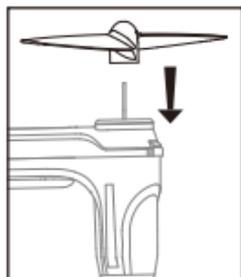
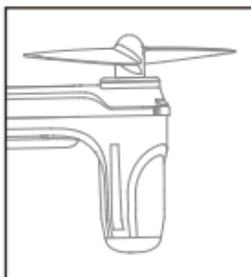

Bild 8
Bild 9
- Um den Propeller zu montieren richten Sie die Bohrung des Propellers mit der Motorwelle aus, und drücken diesen dann nach unten (Bild 8). Die Unterseite des Propeller sollte sich auf der gleichen Höhe wie das Motorgehäuse befinden (Bild 9). (Achten Sie auf die richtige Propeller Drehrichtung)